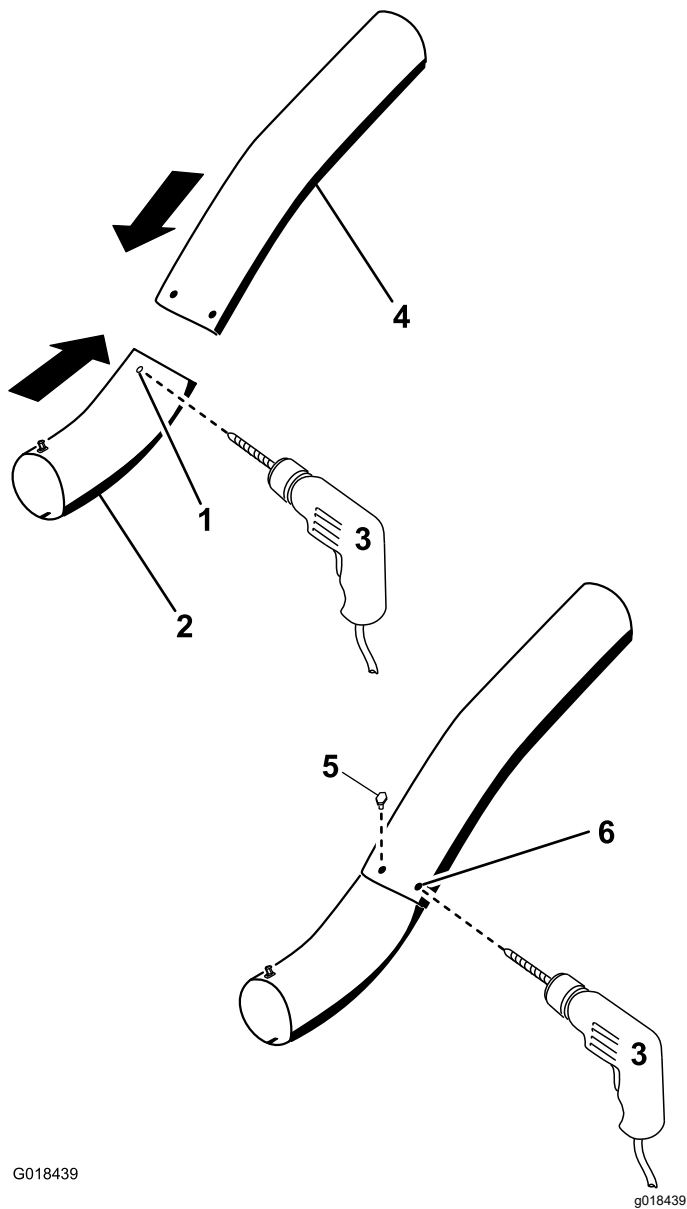

Bild 31
13. Verwenden Sie die vorhandenen Löcher im oberen Rohr als Schablone und bohren Sie zwei Löcher (Durchmesser von 6,5 mm) durch die Vertiefungen im unteren Rohr (Bild 31).
Innenseite des unteren Rohrs und durch die vorhandenen Löcher im oberen Rohr ein (Bild 31).
18. Schrauben Sie die Rohre mit den Muttern ($\frac{1}{4}''$) zusammen, wie in Bild 31 abgebildet.
16. Legen Sie die Scheiben ($\frac{1}{4}''$) auf die Schrauben (Bild 31).